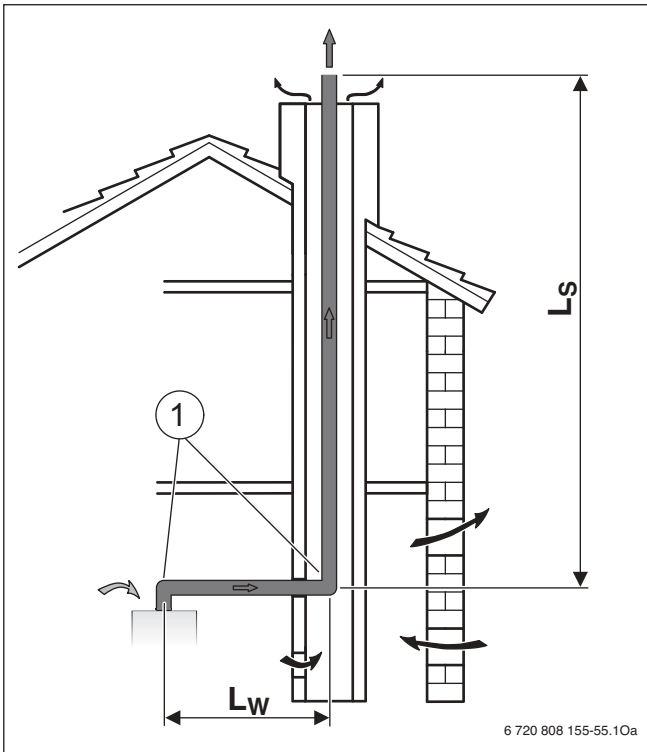

Fig. 19 Intubamento condotti in configurazione B23
- Evacuazione fumi come singolo condotto ( $B_{23}$  → Fig. 19 e 20):
Se i fumi sono convogliati tramite sistema di evacuazione con ventilazione secondaria, non è richiesto alcun intervento di pulizia (→ Fig. 19, 20, 22).